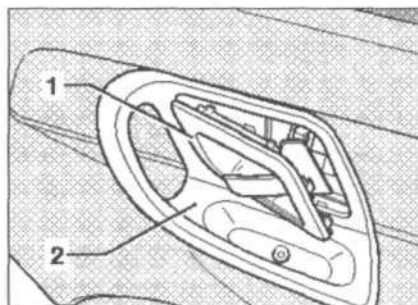

Рис. 13.32. Извлеките панель 1 из дверной ручки 2.
4. Извлеките панель 1 из дверной ручки 2 (рис. 13.32).